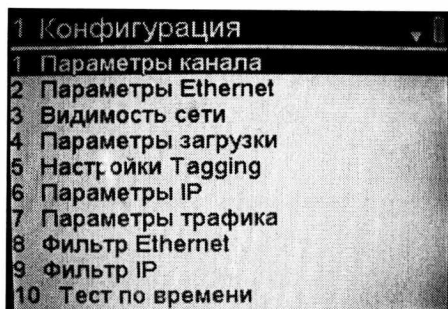

Рисунок 7
5.7.4 Нажать на стрелки выделить **Конфигурация** и нажать кнопку **OK**. Появится окно «1 Конфигурация» с перечнем групп установок со списком всех имеющих экранов конфигурирования рисунок 7.